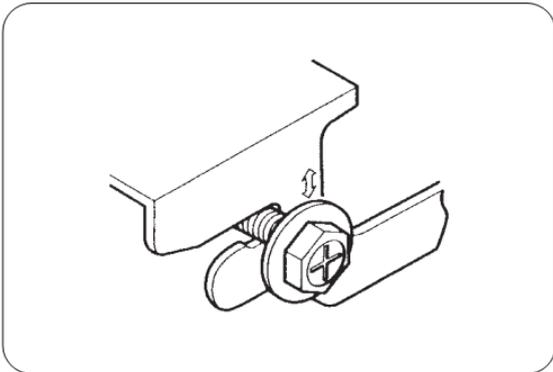

Fig.7
- Sujete la unidad mediante las ranuras tal y como indica la Fig. 7.